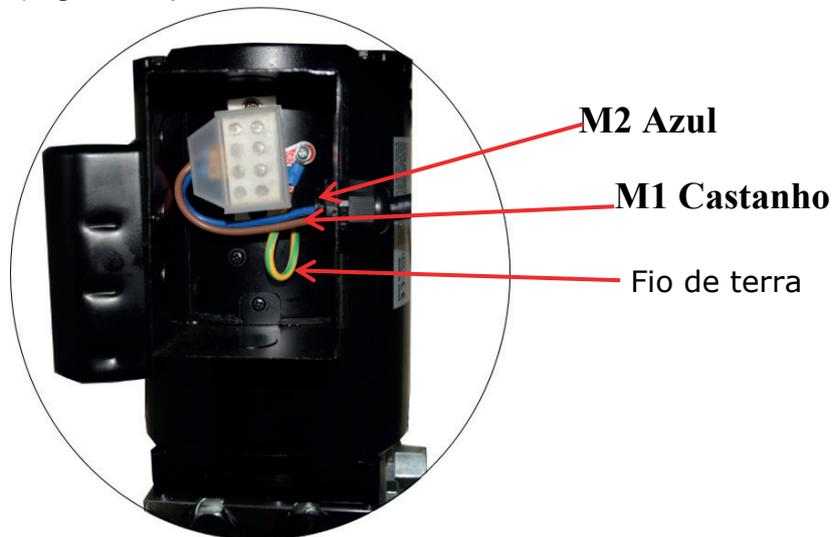

Fig.38
6.2 220V Ligação do fio da unidade de potência hidráulica (Ver Fig.38).